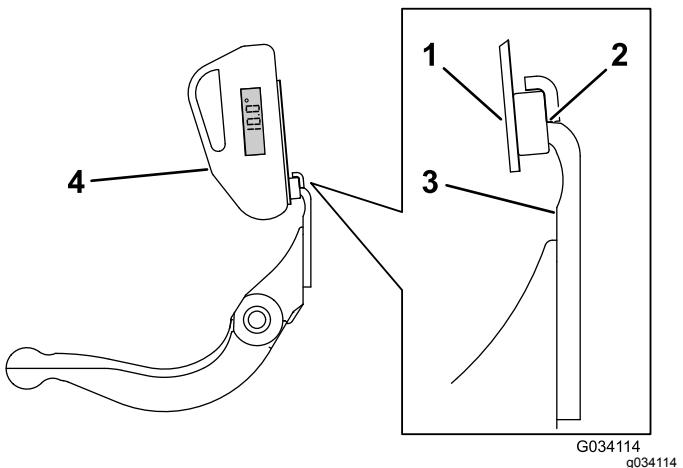

Figura 35
3. Posizionate il supporto del goniometro sul bordo della controlama, in modo che il bordo del magnete corrisponda a quello della controlama (Figura 35).
4. Posizionate il goniometro sul supporto, come illustrato nella Figura 35.